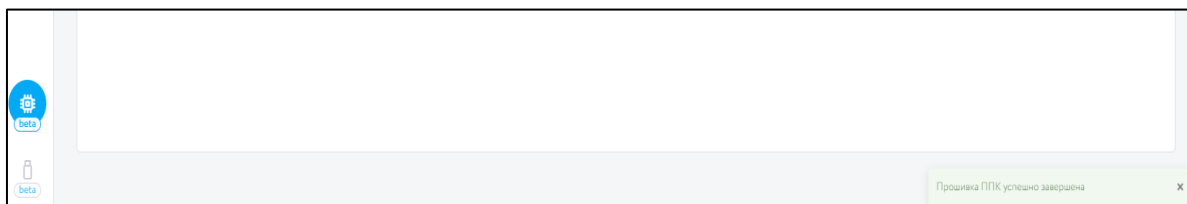

Рисунок 11 – Завершение обновления
- По окончании процесса обновления в нижнем правом углу экрана появится; информационное сообщение см. Рисунок 11 “Прошивка ППК успешно завершена”.